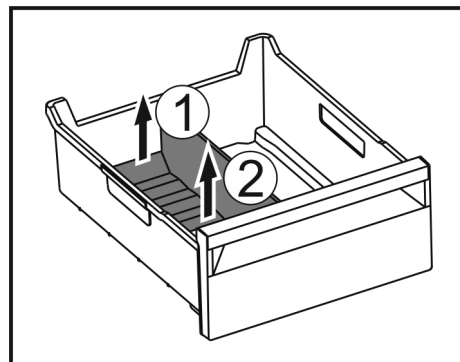

Fig. 140
- ▶ Hinteren Teil des Eisfach-Trenners anheben. Fig. 140 (1)
- ▶ Eisfach-Trenner nach oben entnehmen. Fig. 140 (2)